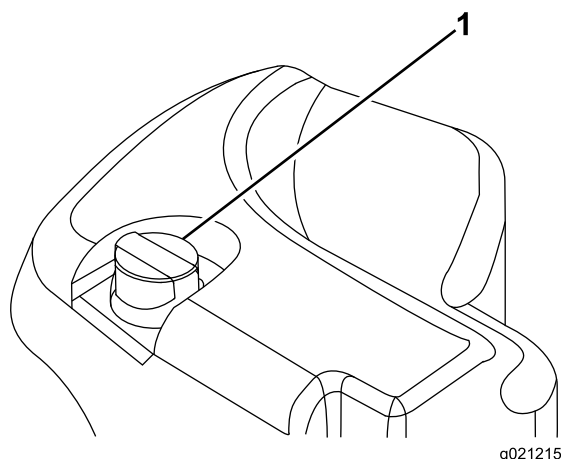

図 34
2. 油圧オイルタンクの注油口周辺をきれいに拭く 図 34。